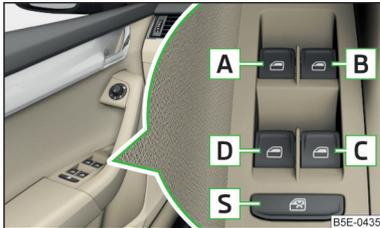

Abb. 42
- Werden auf den Rücksitzen Personen, die nicht völlig selbstständig sind, z. B. Kinder, befördert, wird empfohlen, die elektrischen Fensterheber der hinteren Türen außer Funktion zu setzen (Sicherheitsschalter) **S** » Abb. 42 auf Seite 67.
- Wenn die Zündung ausgeschaltet wird, lassen sich die Fenster noch für ca. 10 Minuten öffnen oder schließen. Nach dem Öffnen der Fahrer- oder Beifahrertür können die Fenster nur mit der Taste **A** » Abb. 42 auf Seite 67 bedient werden.
Tasten der Fensterheber » Abb. 42
Durch Drücken des Sicherheitsschalters **S** » Abb. 42 können die Tasten der Fensterheber in den hinteren Türen außer Funktion gesetzt werden. Durch erneutes Drücken des Sicherheitsschalters **S** sind die Tasten der Fensterheber in den hinteren Türen wieder funktionsfähig.
- Die Taste **[A]** » *Abb. 42 auf Seite 67* in der Öffnungsstellung halten.
- Die Taste **[A]** » *Abb. 42 auf Seite 67* in der Schließstellung halten.